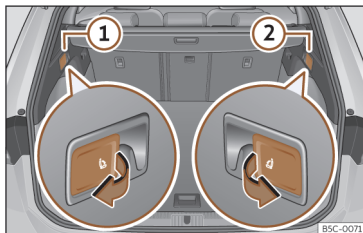

Fig. 115 En el maletero: palancas para desbloqueo del respaldo trasero.
- Tire de la palanca de desbloqueo a distancia de la parte izquierda»» fig. 115 ① o de la parte derecha ② del respaldo en el sentido de la flecha. La parte desbloqueada del respaldo trasero se abate automáticamente hacia delante.